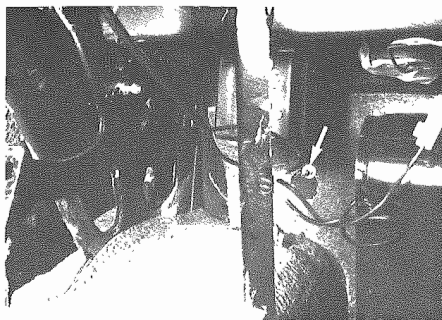

Fig. 8 - Tirante di fissaggio superiore
Allentare i dadi sui tiranti di fissaggio superiori (2) (**Fig. 8**).
Loosen nuts of upper fixing rods (2) (**Fig. 8**).